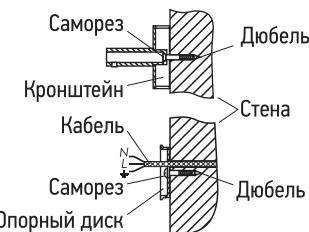

Рис. 3
- 3.6. При подключении через скрытую проводку место крепления соединительной коробки должно совпадать с местом вывода кабеля из стены (рис. 3).